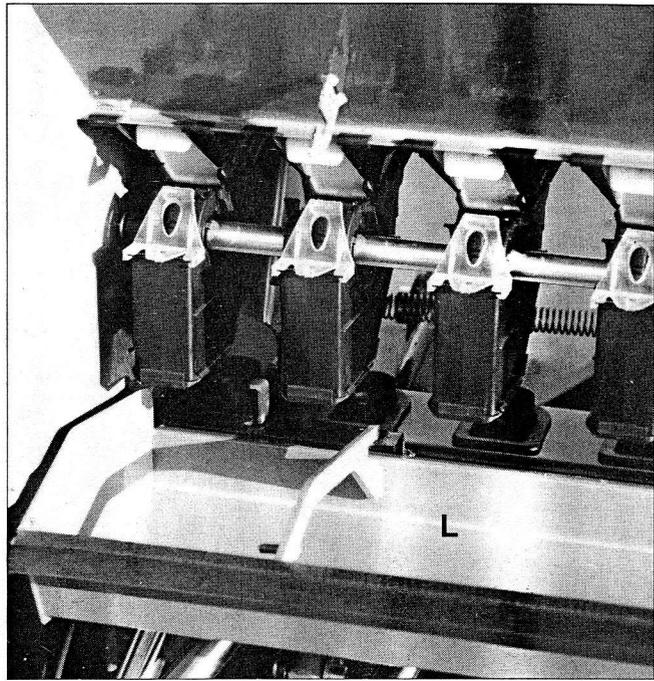

Fig. 29
**Entleeren:** Drillmaschine absenken. Entleerungsmulden (**L**) in „Abdrehposition“ bringen (Fig. 29).